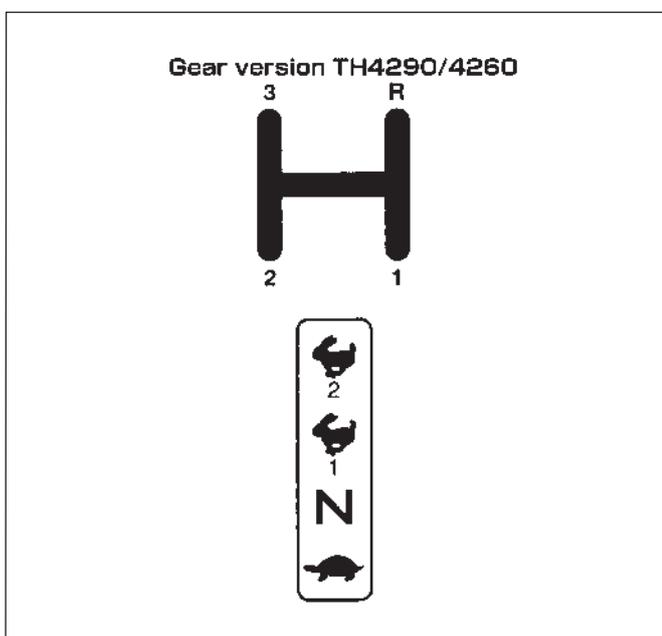

FIG. 4-21
**FIG. 4-21:** Le levier de sélection principale se trouve à l'avant. Il comprend trois vitesses de marche avant et une marche arrière. Le levier de sélection de plage de vitesse se trouve à l'arrière. Il comprend la position lente (tortue), rapide 1 et rapide 2 avec le point mort au centre de la glissière.